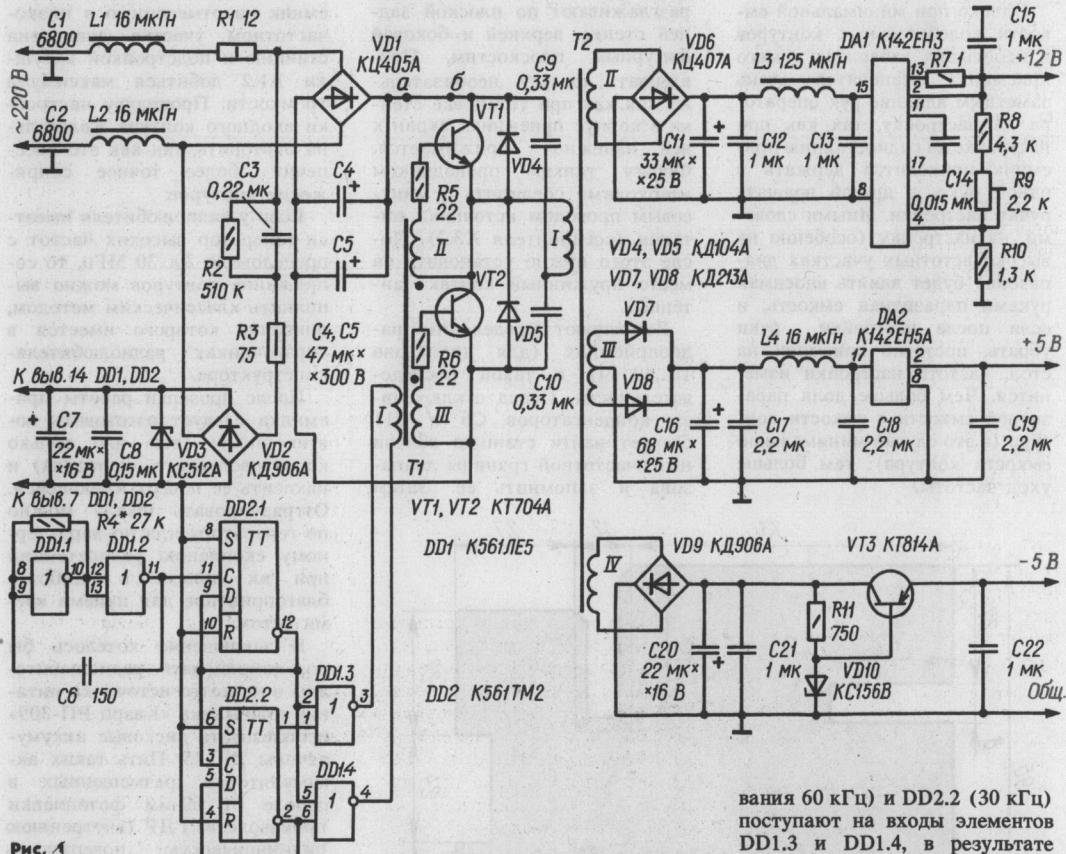
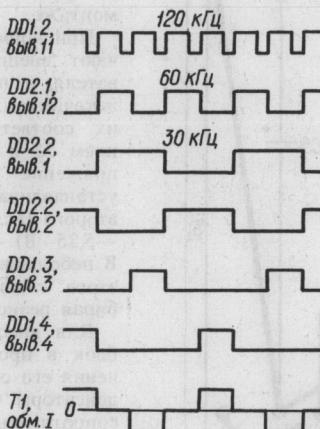

Рис. 1
Рис. 2
питания изображена на рис. 1, а диаграммы сигналов в его характерных точках — на рис. 2. Первичная (I) обмотка основного трансформатора T2 преобразователя включена в диагональ моста, образованного транзисторами VT1, VT2 и конденсаторами C9, C10. Базовые цепи этих транзисторов питаются от обмотки II и III трансфор-
мации 60 кГц) и DD2.2 (30 кГц) поступают на входы элементов DD1.3 и DD1.4, в результате чего на их выходе формируются импульсные последовательности со скважностью 4. Их разность (рис. 2, диаграмма T1, обм. I) имеет вид импульсов чередующейся полярности длительностью около 8 мкс с паузами такой же продолжительности между ними.
с пределом измерения 100 мА, а к выходу среднего (по схеме) источника выходного напряжения — резистор сопротивлением 5 Ом с рассеиваемой мощностью не менее 5 Вт. После этого к выводам конденсатора С7 через резистор сопротивлением 510 Ом (0,5 Вт) подключают внешний источник постоянного напряжения 20 В и проверяют на соответствие диаграммам на рис. 2 форму сигналов в характерных точках формирователя импульсов. Сигналы, снятые с базы транзисторов VT1, VT2 относительно их эмиттера, должны соответствовать нижней по рисунку диаграмме. Для получения необходимой частоты повторения импульсов подбирают резистор R4 или конденсатор С6.
Описанный блок питания обеспечивает по источнику +12 В максимальный ток 300 мА, по источнику +5 В — 1 А и по источнику -5 В — 50 мА. Однако, если диоды VD7, VD8 снабдить теплоотводами или установить их на заднюю стенку компьютера через слюдяные прокладки, максимальный ток источника +5 В можно поднять до 2 А. Максимальный ток источника -5 В можно увеличить до 100 мА, если позаботиться о дополнительном охлаждении транзистора VT3. Следует иметь в виду, что форма сигнала на обмотках трансформатора T2 близка к показанной на рис. 2 (диагр. «T1, обм. I»), но только при чисто активной нагрузке.